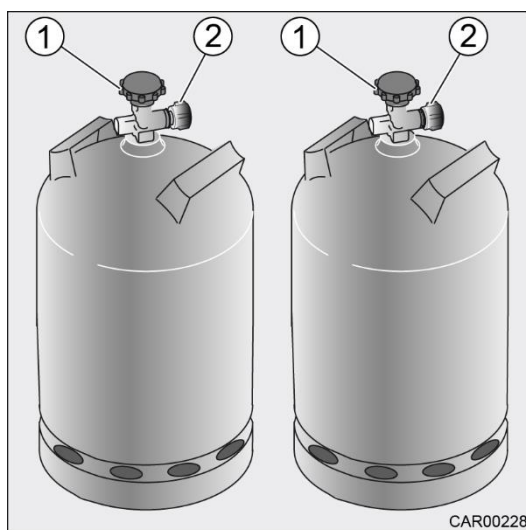
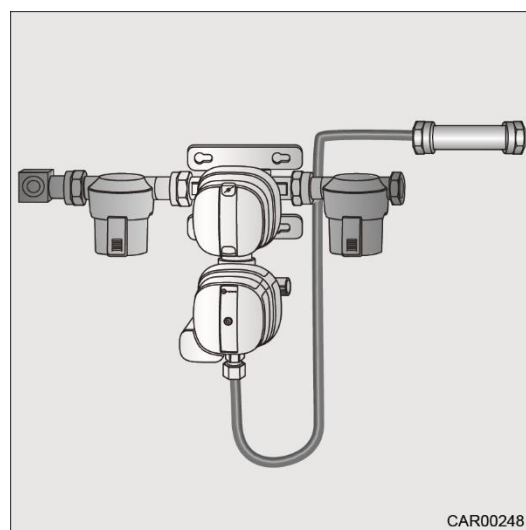

Fig. 109 Bouteilles à gaz
Fig. 110 Régulateur de gaz
2. Fermer la vanne de sectionnement principale (Fig. 109/1) sur la bouteille à gaz (respecter le sens des flèches).
3. Desserrer l'écrou moleté (Fig. 109/2) (filet à gauche).
7. Placer le flexible à gaz relié au régulateur de gaz (Fig. 110) sur la bouteille de gaz et serrer à fond l'écrou moleté (Fig. 109/2) à la main (filet à gauche).